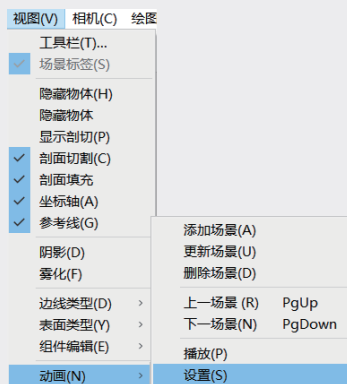
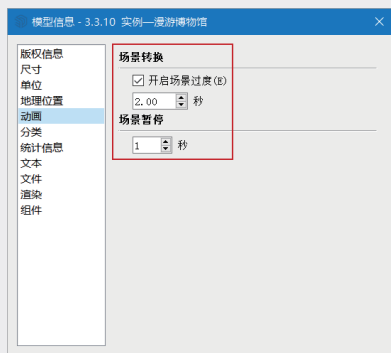

图3-145
图3-146
- 09 默认参数下动画播放效果通常速度过快, 此时可以执行“视图”|“动画”|“设置”命令, 如图3-145所示, 进入“模型信息”面板中的“动画”选项卡进行参数调整, 如图3-146所示。